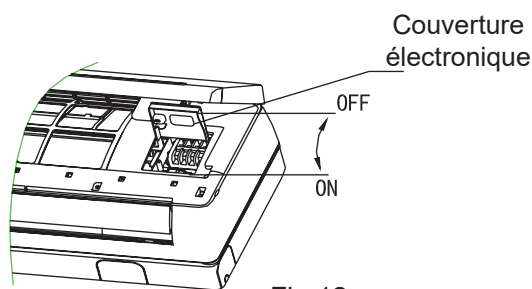

Fig.12
- Desserrez la vis du couvercle de connexion. (Fig.12)